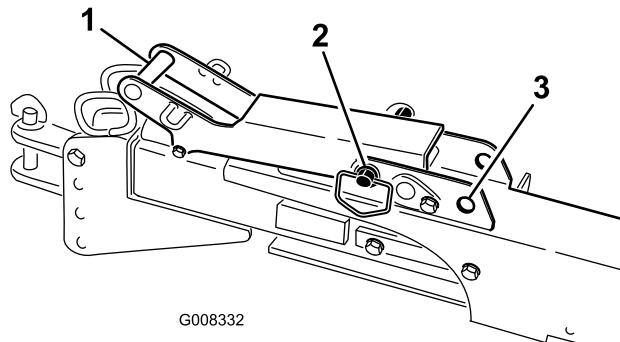

Bild 35
- Bei Verwendung der Anbauvorrichtung müssen Sie den Kernprozessor hinter das Fahrzeug positionieren, die Anbauvorrichtung einfahren und den Riegelgriffstift in die arretierte Stellung bewegen (Bild 35).